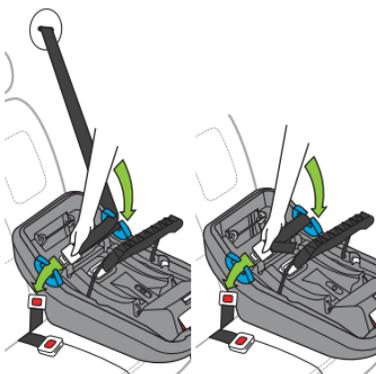

Figure 60a
- Faites passer les parties sous-abdominale et d'épaule de la ceinture de sécurité dans les guides de ceinture bleus situés de chaque côté de la base et bouclez la ceinture du véhicule, comme illustré à la **Figure 60a**.